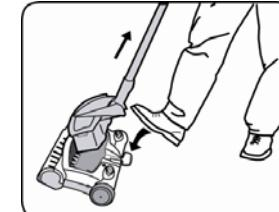

Fig. 12
1. Presione la palanca para desatar el recipiente de la tierra con su pie. (Fig. 12)